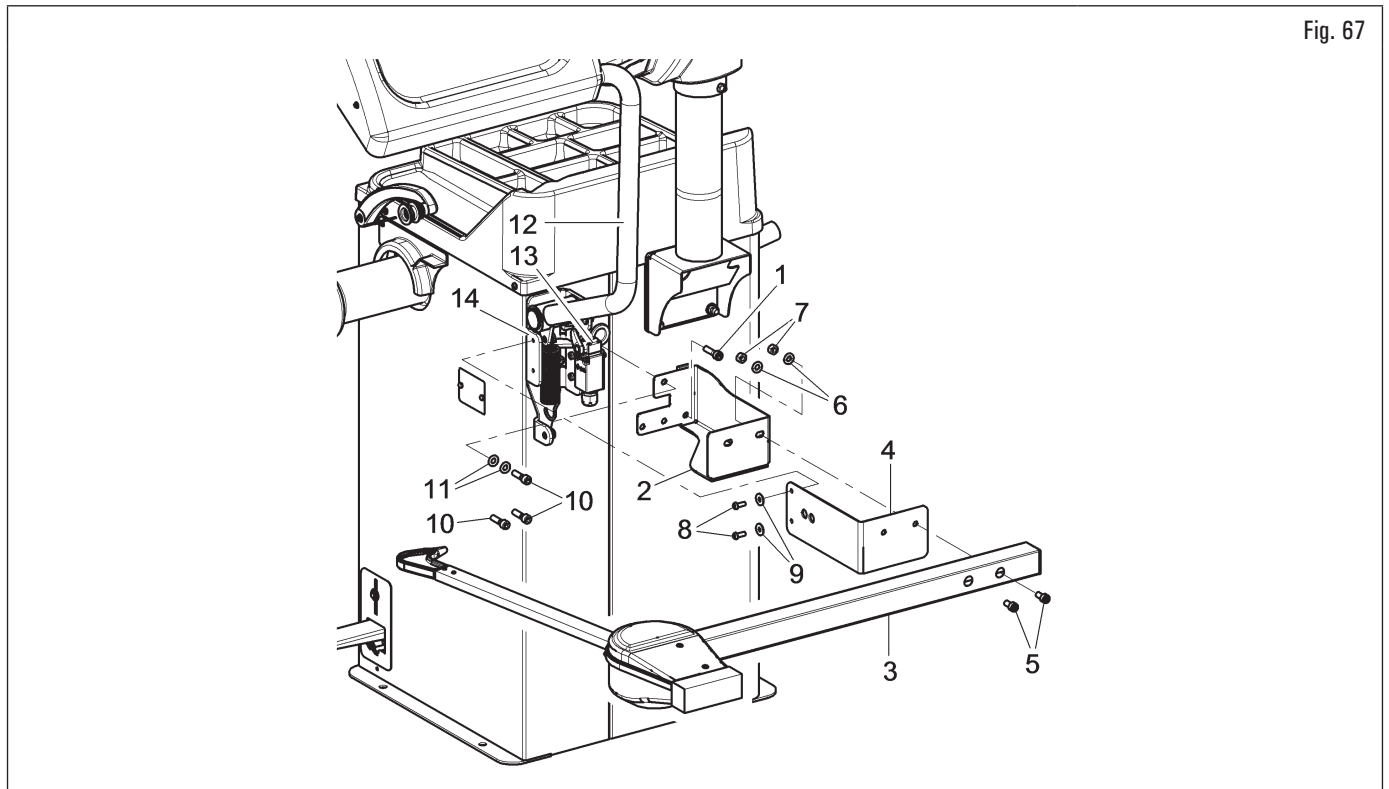

Fig. 67
1. Quitar el cárter de protección (Fig. 67 ref. 12), si ya está presente;
2. desatornillar los tornillos (Fig. 67 ref. 10) y las arandelas (Fig. 67 ref. 11) del soporte cárter de protección rueda, poniendo mucha atención a sostener el soporte. Insertar la brida del palpador (Fig. 67 ref. 2) en la ranura lateral del soporte cárter de protección rueda (véase Fig. 68 ref. A);
3. si necesario, quitar el microinterruptor (Fig. 67 ref. 13) para acceder más fácilmente a los tornillos de sujeción;
4. insertar el tornillo de fijación (Fig. 67 rif. 1) y los tornillos (Fig. 67 ref. 10), quitados anteriormente, en la brida del palpador (Fig. 67 ref. 2), pues atornillar el conjunto en los remaches roscados colocados en la parte trasera del bastidor, sin utilizar las arandelas (Fig. 67 ref. 11) desmontadas anteriormente. Fijar la brida (Fig. 67 rif. 4) al soporte cárter (Fig. 67 ref. 14) con los tornillos (Fig. 67 ref. 8) y las arandelas (Fig. 67 ref. 9). Bloquear el brazo del palpador (Fig. 67 ref. 3) a las bridas (Fig. 67 ref. 2 - 4) utilizando los 2 tornillos (Fig. 67 ref. 5), las arandelas (Fig. 67 ref. 6) y las tuercas (Fig. 67 ref. 7), de manera que el eje y el brazo del palpador quedan nivelados (véase Fig. 68);
9. volver a montar el microinterruptor (Fig. 67 ref. 13), si quitado anteriormente;
10. montar el cárter de protección (Fig. 67 ref. 12), como descrito en el Párr. 7.1.2.8 "Montaje cárter de protección (para modelos con micro externo)".